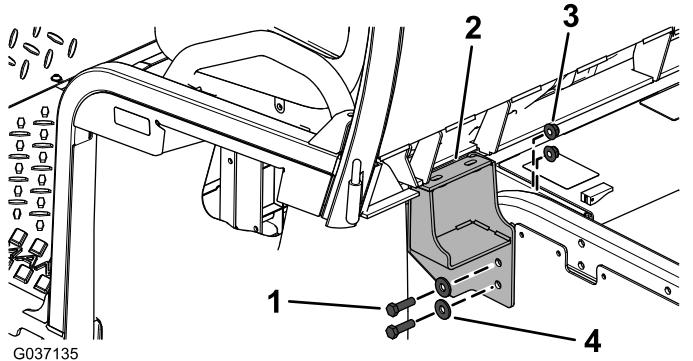

Figura 7
9. Instale sem apertar os suportes esquerdo e direito da cabina utilizando os 8 parafusos de cabeça sextavada (3/8 pol. x 1 1/4 pol.), anilhas (3/8 pol.) e porcas flangeadas (3/8 pol.) como se mostra na Figura 7.
- Aperte os suportes esquerdo e direito e os parafusos com 58 Nm como se mostra na Figura 7.